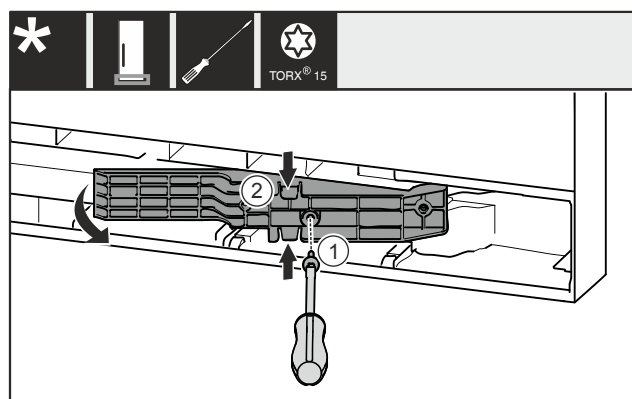

Fig. 12 *
- Retire el tornillo Fig. 12 (1).*
- Presione suavemente la parte superior e inferior de la pieza adaptadora Fig. 12 (2) y tire de ella.*